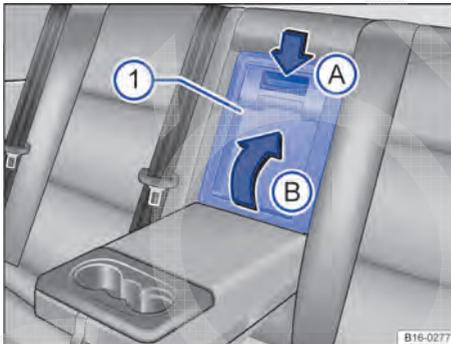

Fig. 105 No encosto do banco traseiro: abrir o dispositivo para transporte de objetos longos.
- Pressionar o botão de destravamento para baixo → Fig. 105 (A) e fechar a tampa do dispositivo para transporte de objetos longos (1) no compartimento de bagagem (B).